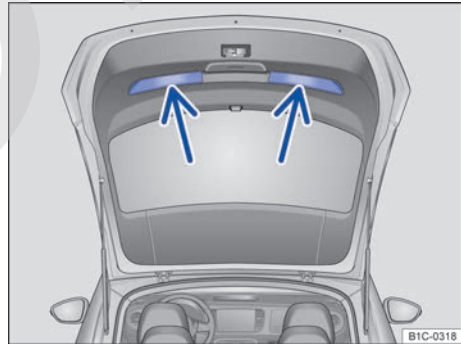

Fig. 29 Portón del maletero abierto: cavidades para tirar hacia abajo.
- Agarre el portón del maletero por una de las cavidades de su guarnecido interior → fig. 29 (flechas).